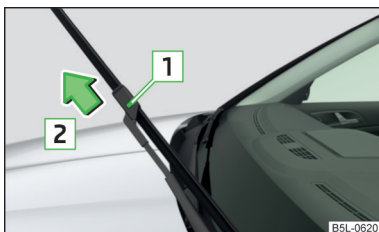

Fig. 191
- Pentru deblocarea lamelei ștergătorului, apăsați siguranța **1** » fig. 191 și detașați-o în sensul săgeții **2**.